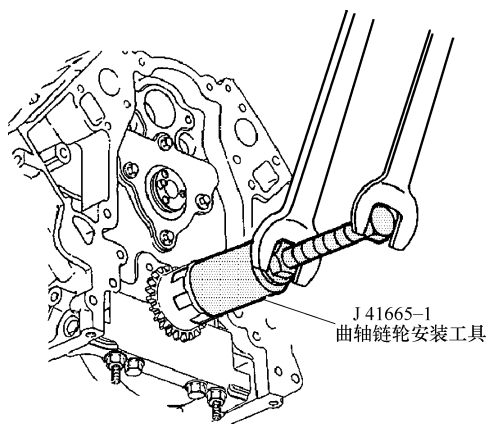

图 17-32 用专用工具安装曲轴链轮
- 4) 按照图 17-32 所示，用专用工具安装曲轴链轮，使曲轴链轮彻底落座在曲轴法兰上。